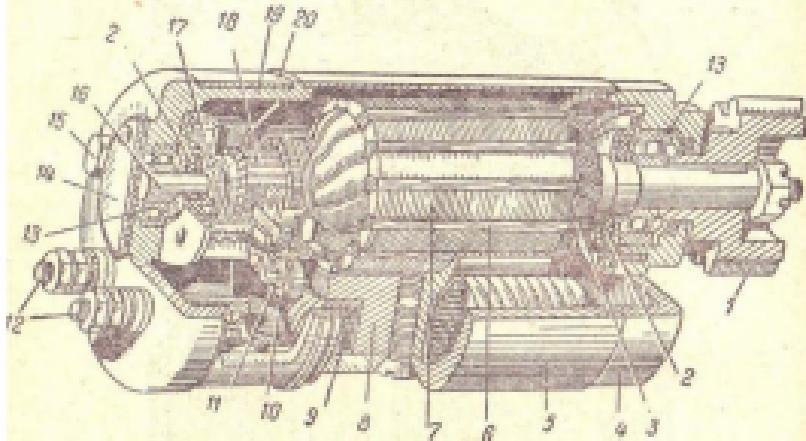

Рис. 106. Генератор Г-11А:
**Электрооборудование.** Генератор Г-11А, устройство которого показано на рис. 106, устанавливается на мотоциклах К-750, М-72, М-52 и М-61. Этот генератор является однополюсной электрической машиной постоянного тока с шунтовым возбуждением. Мощ-